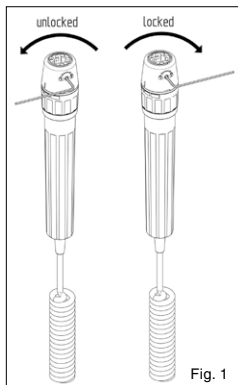

Fig. 1
- Påsatte instrumenter kan sikres mod utilsigtelig aftagning, idet fremgangsmåden på fig. 1 anvendes med den medfølgende sekskant-nøgle.
- Påsatte instrumenter kan sikres mot ikke tilsiktet løsning, ved å bruke den vedlagte sekskantnøkkelen som vist i Fig. 1.